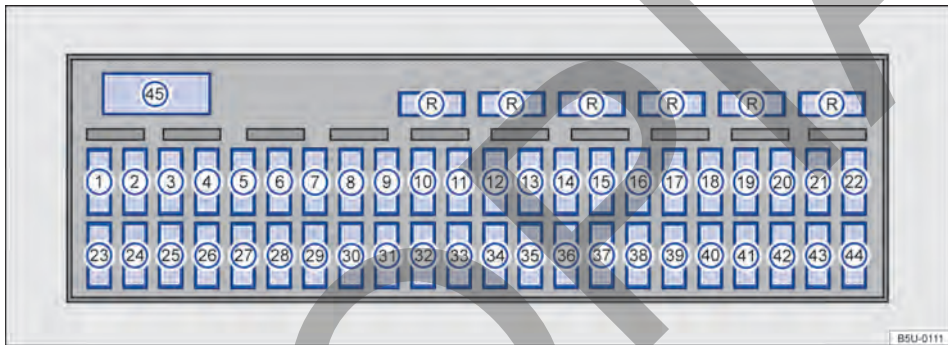

Fig. 163 Caja de fusibles.
Volkswagen recomienda mantener siempre en el vehículo algunos fusibles de reserva, los cuales pueden colocarse en la parte superior de la caja de fusibles → fig. 163 (R) (como, por ejemplo, fusibles de 5 A, 10 A, 15 A, 20 A, 25 A y 30 A para vehículos sin aire acondicionado o 40 A para vehículos con aire acondicionado).